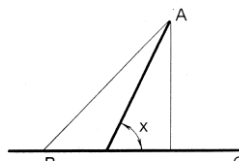

Рис. 5.3
5.3. Центральна садиба господарства  $A$  (рис.5.3) розташована на відстані 50 км від райцентру  $B$  і на відстані 30 км від магістралі, що проходить через райцентр. Під яким кутом до магістралі  $x$  слід провести під'їзний шлях з  $A$ , щоб вартість доставки вантажу з  $A$  в  $B$  і з  $B$  в  $A$  була найнижчою, якщо вартість перевезень по кілометровому відрізку магістралі буде коштувати господарству в 2 рази дешевше, ніж по 1 км під'їзного шляху.
5.4. Центральна садиба господарства  $A$  (рис.5.3) розташована на відстані 50 км від райцентру  $B$  і на відстані 30 км від магістралі, що з'єднує райцентр з елеватором  $C$ , розташованим на відстані 100 км від райцентру. Визначити, яким повинен бути кут примикання  $x$  під'їзного шляху до магістралі, щоб сумарний річний пробіг автомобілів з  $A$  в  $B$  і  $C$  був якомога менше, якщо відомо, що рух між  $A$  і  $B$  буде в 2 рази інтенсивнішим, ніж між  $A$  і  $C$ .